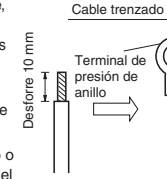
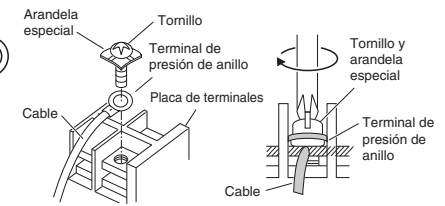

Fig. 4-5
Fig. 4-6
- (1) Corte el extremo del cable con alicates de corte, quite el aislante para exponer los conductores trenzados unos 10 mm y retuerza con fuerza los extremos de los conductores. (Fig. 4-5)
- (2) Utilizando un destornillador de cabeza Phillips, extraiga los tornillos del terminal de la placa de los terminales.
- (3) Empleando un fijador de conector de anillo o alicates, fije con seguridad cada extremo del cable trenzado con un terminal de presión de anillo.
- (4) Ponga el terminal de presión de anillo y vuelva a colocar y apretar el tornillo del terminal extraído con un destornillador. (Fig. 4-6)